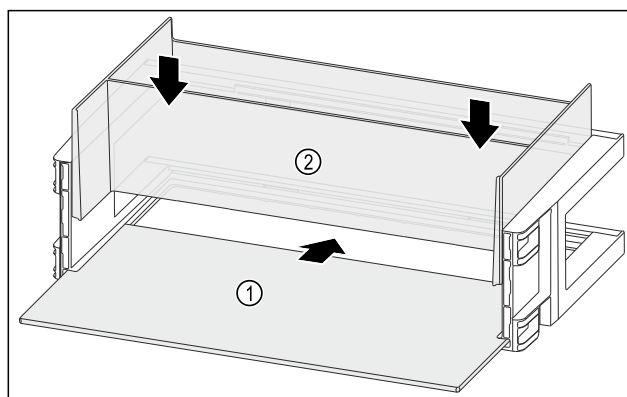

Fig. 125
- Inserire il ripiano Fig. 125 (1) negli incavi laterali.
- Inserire l'organizzatore Fig. 125 (2).